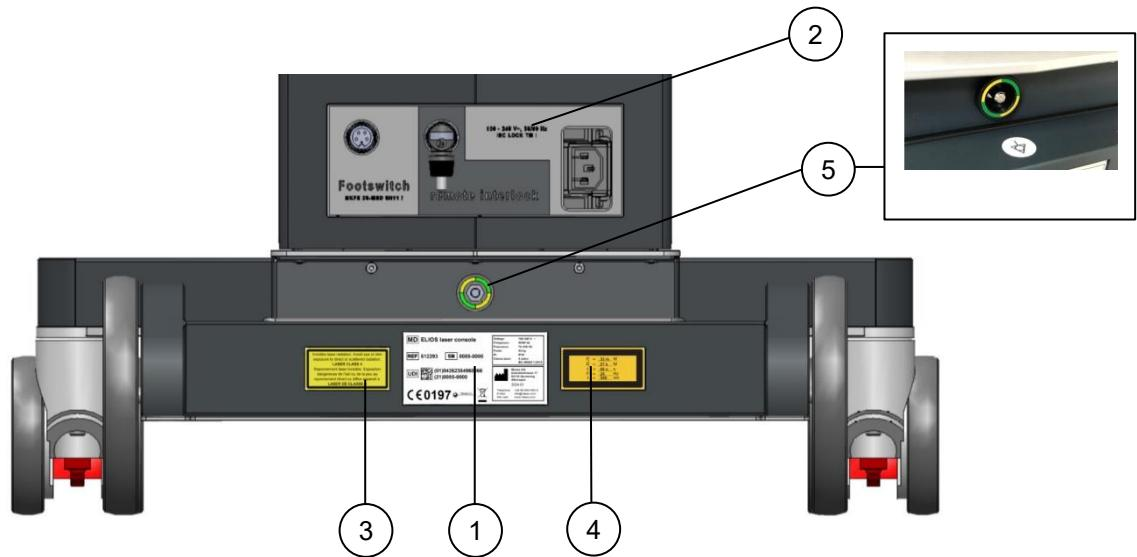

Fig. 2-1: Vue arrière
1.	<p>La plaque d'identification est située à l'arrière du laser (voir Fig. 2-1).</p> <p>Les symboles utilisés signifient :</p> <ul style="list-style-type: none"> <li>MD Dispositif médical</li> <li>REF Référence catalogue</li> <li>SN Numéro de série</li> <li>UDI Identifiant de dispositif unique</li> <li>~ Courant alternatif</li> <li>IP Classe de protection IP</li> <li>Fabricant et date de fabrication (AAAA-MM)</li> <li>CE0197 Marquage de conformité CE avec numéro de l'Organisme notifié</li> <li>voir 6</li> <li>manuel d'utilisation électronique disponible</li> </ul>
Verrouillage externe (« remote interlock »)  L'étiquette est située au dos du laser (voir Fig. 2-1).
5.	Connecteur équipotentialité  L'étiquette est située au dos du laser (voir Fig. 2-1).